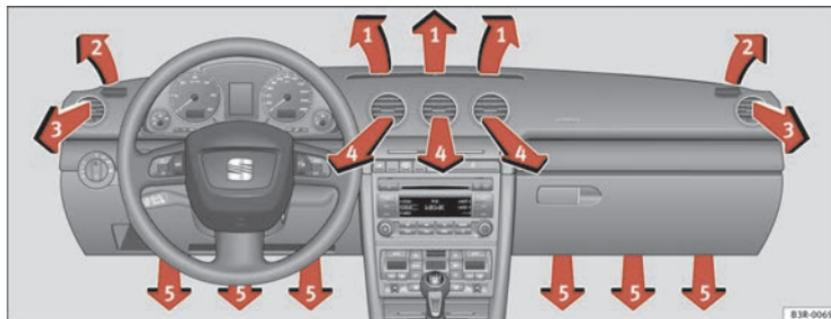

Abb. 143 In der Instrumententafel: Anordnung der Luftaustrittsdüsen
Die Luftaustrittsdüsen ⇒ Abb. 143 ③ und ④ können wie folgt bedient werden.
Die drei Tasten haben folgende Bedeutung. Die Zahlen beziehen sich auf die Luftaustrittsdüsen → Seite 176, Abb. 143.
Der Gebläsemotor wird nach Ausschalten der Zündung über das Solardach mit Solarstrom betrieben. Achten Sie bitte darauf, dass die Düsen 3 und 4 geöffnet sind → Seite 176, Abb. 143, um eine optimale Belüftung zu erreichen.